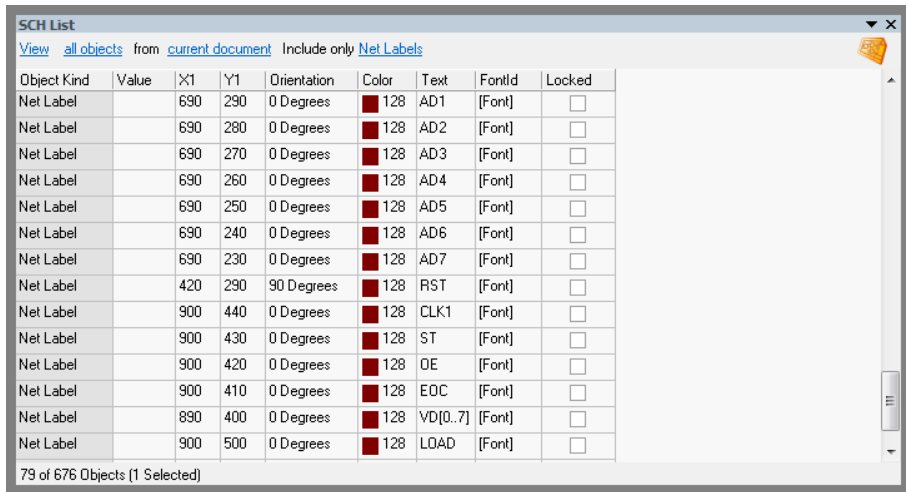

图 6-21 SCH List 面板
使用快捷键 Shift + F12 或者单击面板组按钮 SCH，在弹出的菜单中选择 SCH List 菜单项，即可打开 SCH List 面板，如图 6-21 所示。
① non-masked objects: 仅仅显示没有淡化显示的对象。
② selected objects: 仅仅显示处于选择状态的对象。
③ all objects: 显示所有对象。
① current document: 仅仅显示当前文档中的对象。
② all open documents: 显示所有打开文档中的对象，不管这些文档是否属于同一工程。
③ open documents of the same project: 显示属于同一工程的所有打开文档中的对象。
① all types of objects 单选框: 显示所有类型的对象。
② display only 单选框: 选中后可以在下面的对象列表中进一步选择具体要显示的对象，在对象类型前面的复选框中打勾即可显示该类对象，可以选择一个或多个对象类型。选择完成后单击 OK 按钮，返回 SCH List 列表，可以看到该控制选项内容更新为选择的对象类型。图 6-21 所示的 SCH List 面板只显示网络标签 (Net Labels)。
- (1) 打开本例对应的电子资源文档，进入原理图编辑环境。
- (2) 按下 Shift + F12 快捷键，打开 SCH List 面板，按照图 6-21 所示设置面板控制选项。
- (3) 显示结果如图 6-21 所示。